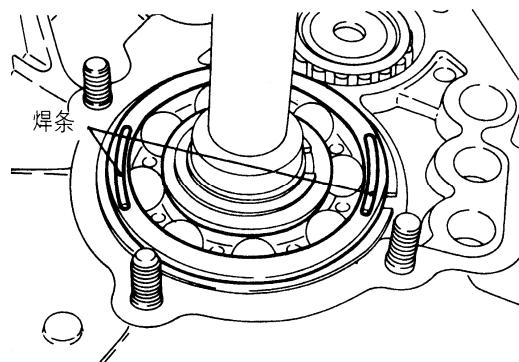
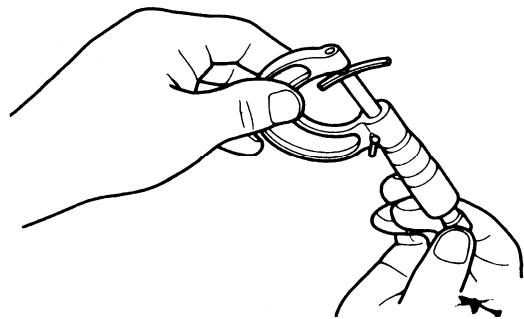

图 3-55 在轴承外圈上的放两根测量条
图 3-56 用千分尺测量被压扁测量条的厚度
- (3) 安装隔圈前, 在轴承外圈上的放两根长约为 10mm、直径为 1.6mm 的测量条 (图 3-55), 安装前轴轴承护圈, 把各螺母拧紧到规定的扭矩, 拆下前轴轴承护圈和焊条, 注意如果直径 1.6mm 的测量条不能被压扁, 则请使用 3mm 直径的测量条。用千分尺测量被压扁测量条的厚度 (图 3-56), 根据此厚度选择适当的隔圈装上, 以使端隙符合标准值, 其标准值应为 0~0.1mm。